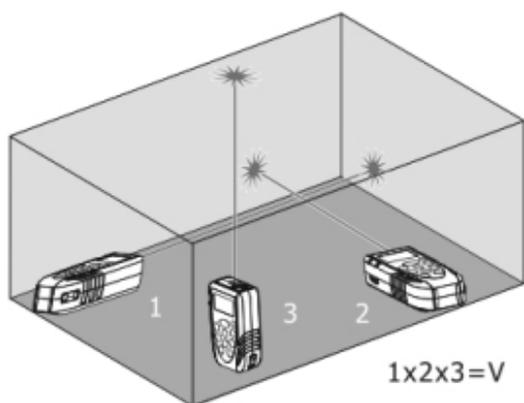

Fig. 8: Exemplo de medição do Volume
3. Premir o botão  ou o botão lateral **MEAS** para efetuar a primeira medição (comprimento) da superfície (ver Fig. 8). O valor correspondente é inserido no primeiro display parcial. O símbolo  é apresentado com o lado “1” intermitente.
4. Premir novamente o botão  ou o botão lateral **MEAS** para efetuar a segunda medição (largura) da superfície (ver Fig. 8). O valor correspondente é inserido no segundo display parcial. O valor da área correspondente é apresentado no display resultante. O símbolo  é apresentado com o lado “2” intermitente.
5. Premir agora o botão  ou o botão lateral **MEAS** para efetuar a terceira medição (altura) (ver Fig. 8). O valor total do volume é apresentado no display principal resultante.